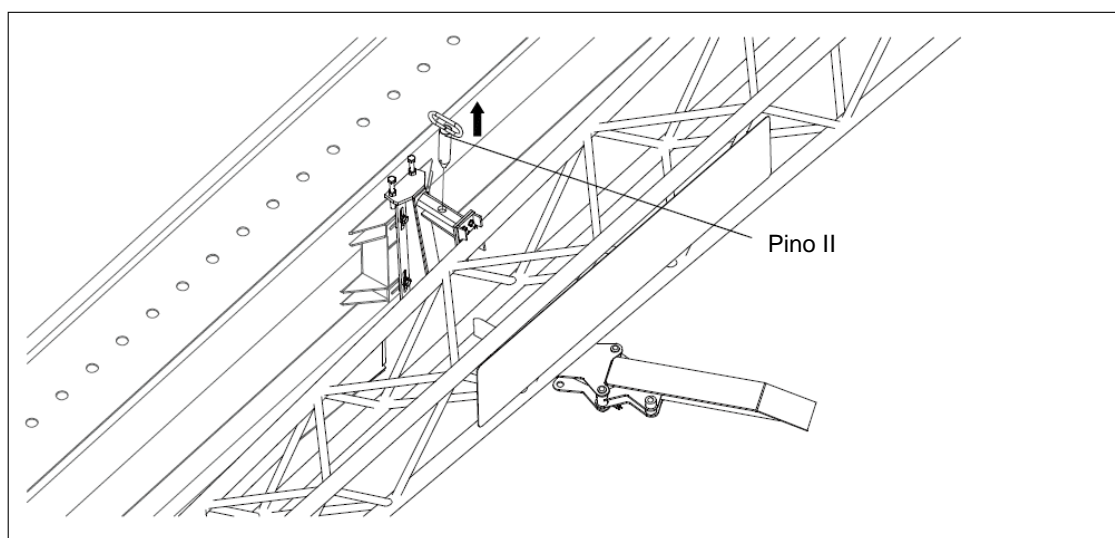

Figura 5-3 Remoção do pino II
- f) Remova o pino II. Consulte a figura 5-3.